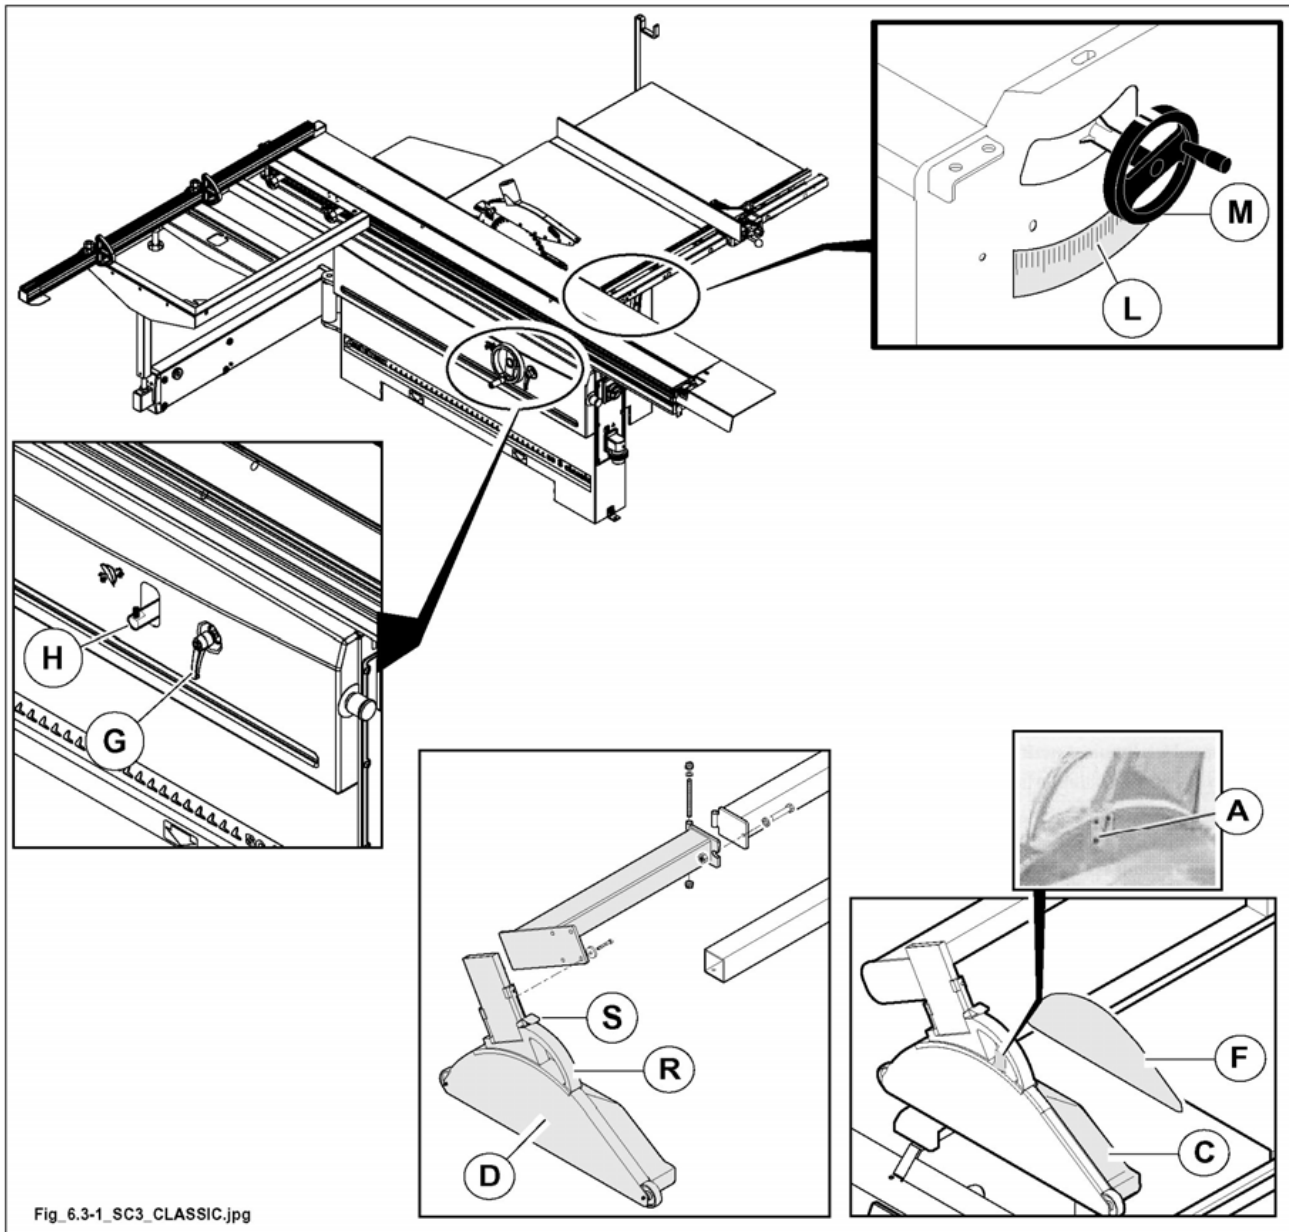

Abb. 6.3-1
- Handrad (M Abb. 6.3-1) im Uhrzeigersinn drehen: das Sägeblatt hebt sich.
- Handrad (M Abb. 6.3-1) auf den Stift (H Abb. 6.3-1) aufstecken.
- Griff (G Abb. 6.3-1) lockern und Handrad drehen, um die Schrägstellung der Säge-Schneidergruppe einzustellen.
- Am Zeiger (L Abb. 6.3-1) die Schrägstellung des Sägeblatts ablesen.
Die Vorrichtung wird mit zwei Schutzabdeckungen (F Abb. 6.3-1) und (C Abb. 6.3-1) geliefert, eine für die Schnitte mit der 90°-Säge und eine für Schnitte mit der geneigten Säge.
wenn mit der 90°-Säge gearbeitet wird, stets die Schutzabdeckung (F Abb. 6.3-1) verwenden. Wenn mit der geneigten Säge gearbeitet werden muss, muss die Schutzabdeckung (C Abb. 6.3-1) installiert werden.
- Schutzvorrichtung (D Abb. 6.3.1) völlig heben und Hinterseite (F Abb. 6.3.1) herausziehen.
- Die mitgelieferte breite Seite (C Abb. 6.3.1).
die Kappe mit dem Griff (R Abb. 6.3-1) und dem Hebel (S Abb. 6.3-1) je nach Holzdicke anhaben oder absenken.